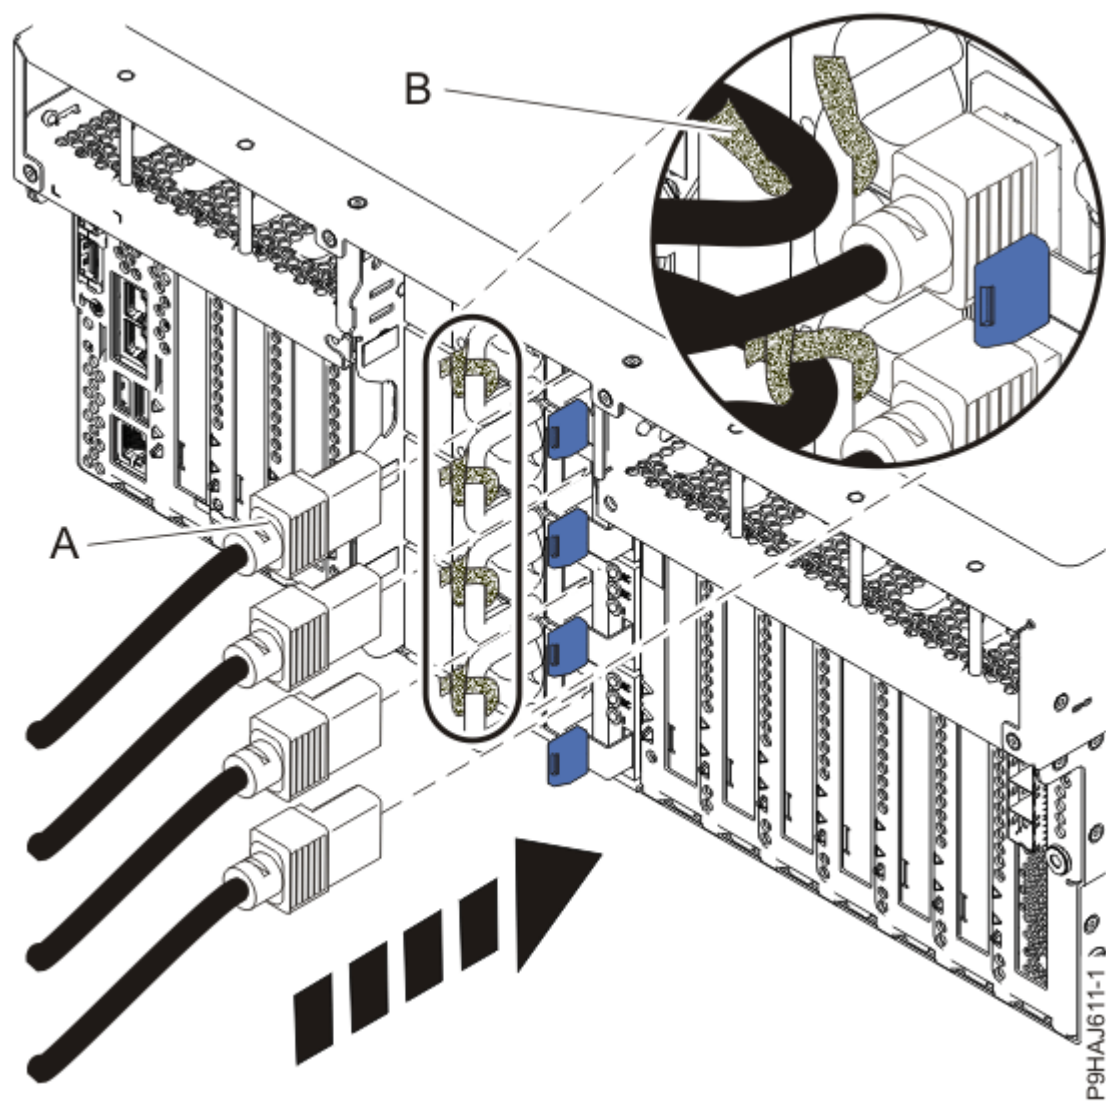
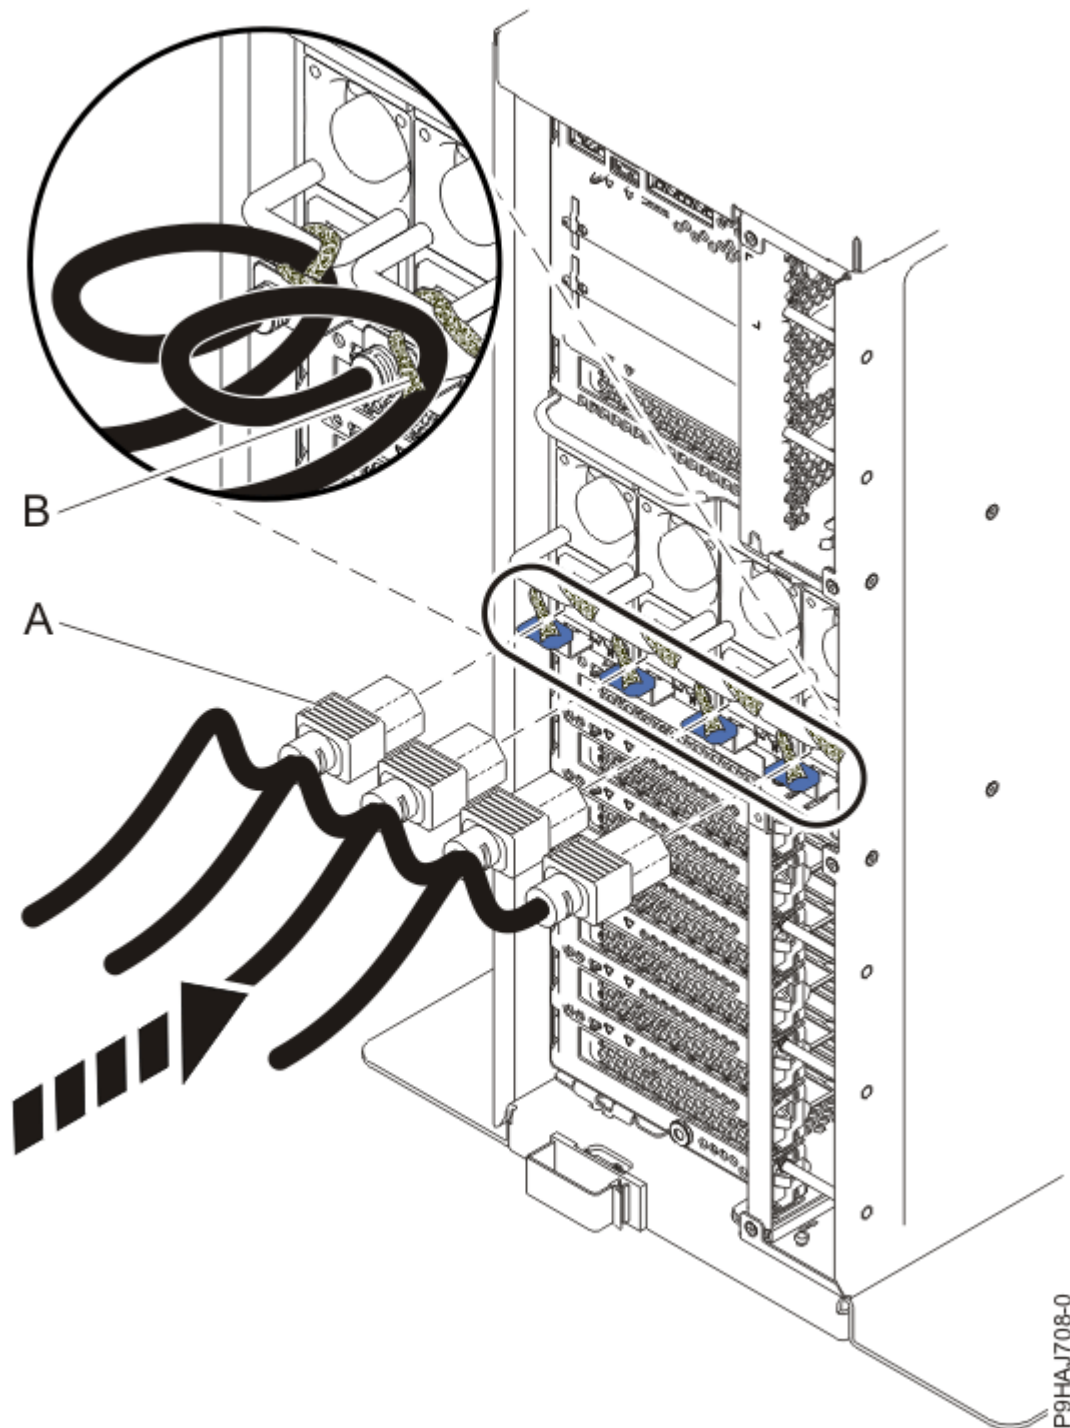

Figura 36: Conectando os cabos de energia a um sistema montado em rack
Figura 37: Conectando os cabos de energia a um sistema independente
5. Usando seus rótulos, reconecte os cabos de energia **(A)** à unidade de sistema. Prenda os cabos de energia **(A)** ao sistema usando as fitas de velcro **(B)**, como mostrado na Figura 36 na página 42 ou Figura 37 na página 43.